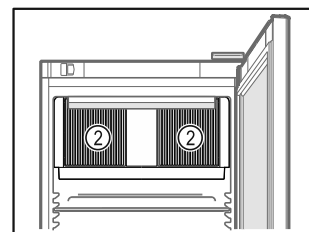

Fig. 31
- ❑ Odstąpić szczeliny wentylacyjne Fig. 31 (2) dmuchawy wewnątrz urządzenia.